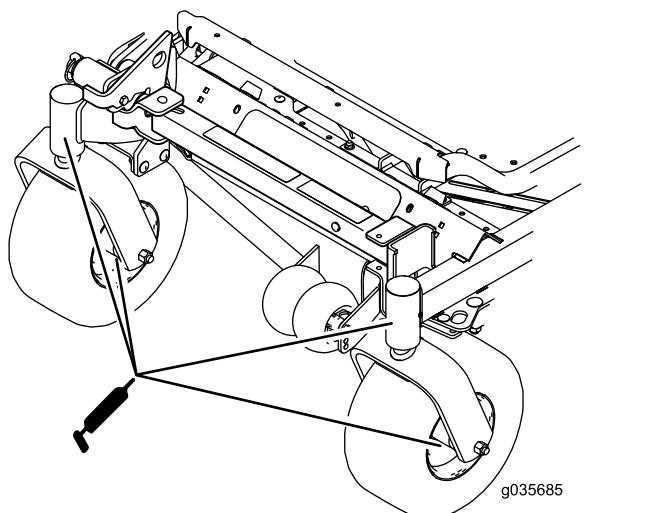

Figura 52
- Montate il tappo esagonale e il coperchietto antipolvere (Figura 52).